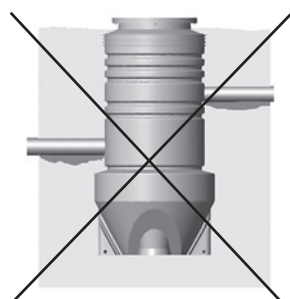

Рис. 16. Недостаточное уплотнение грунта под трубами
**Важно надлежащим образом уплотнить подушку в местах размещения подводящего и отводящего трубопроводов, чтобы после усадки обратной засыпки трубы не подвергались нагрузке, действующей вертикально вниз. См. рис. 16.**